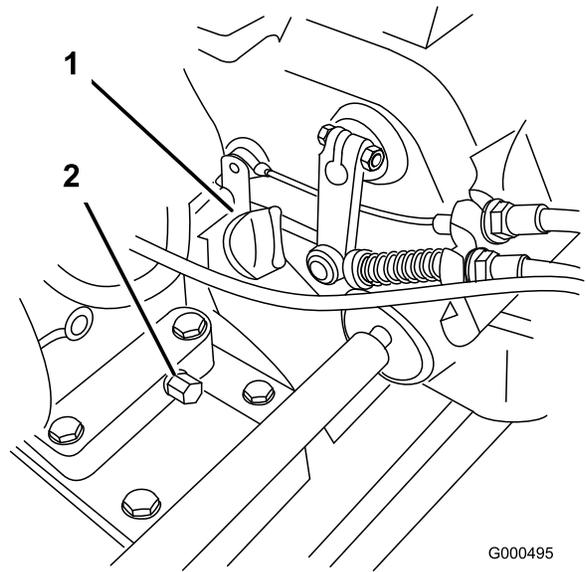

Figura 25
1. Retire las ruedas de transporte (si están instaladas), coloque el cortacésped de manera que el motor esté nivelado y limpie alrededor del indicador del nivel de aceite (Figura 25).
2. Coloque un recipiente debajo del tapón de vaciado, en la parte trasera de la máquina (Figura 25). Retire el tapón de vaciado.